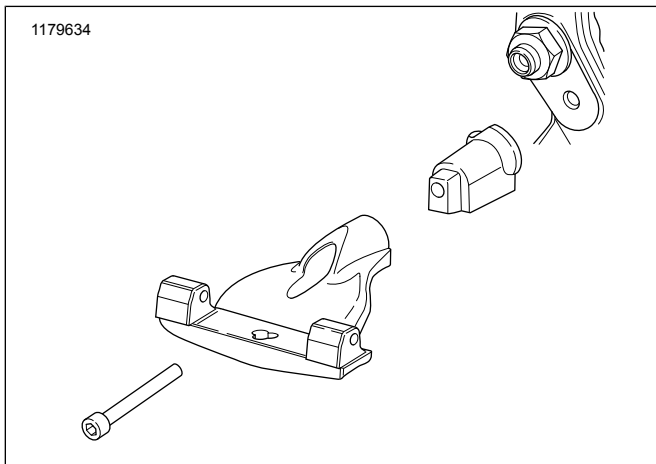
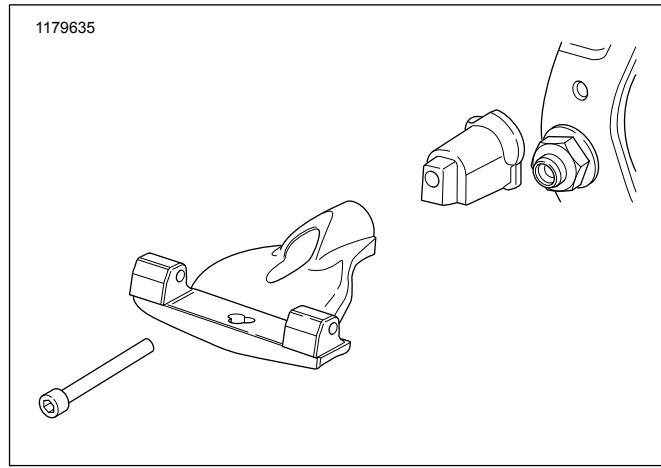

Figure 4. Pose côté gauche : FXBR/S, FXBB, FLFB/S, FLSL, FXLR
Figure 5. Pose côté gauche : FLSB, FLHC, FLDE
2. **Modèles FXBR/S, FXBB, FLFB/S, FLSL et FXLR :** voir Figure 4. **Modèles FLSB, FLDE et FLHC :** voir Figure 5. Positionner le support de marchepied. Enduire de frein filet Loctite 243 la vis à capuchon à tête creuse et l'insérer à travers l'ensemble de marchepied et l'adaptateur approprié, puis dans le trou de montage.